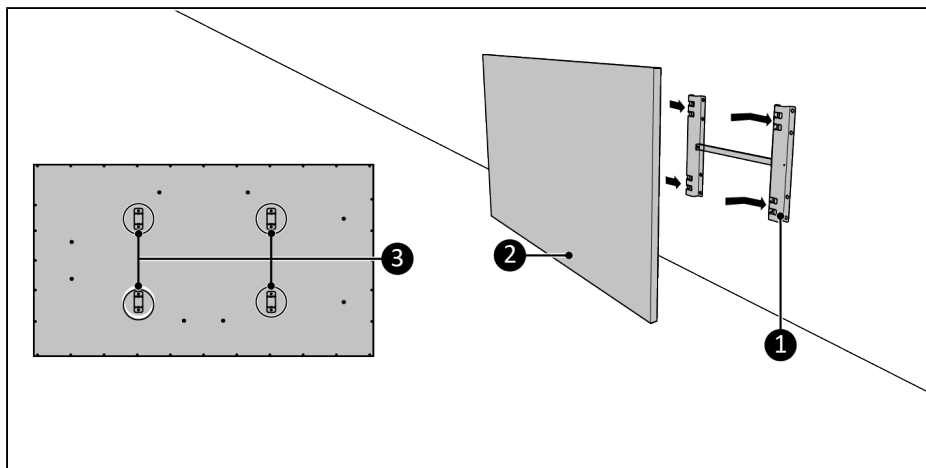

Figure 11.
5. Placez les supports de l'appareil (Figure 11, pos. 3) sur le support mural (Figure 11, pos. 1).
6. Glissez l'appareil (Figure 11, pos. 2) dans les ouvertures du support mural (Figure 11, pos. 1).